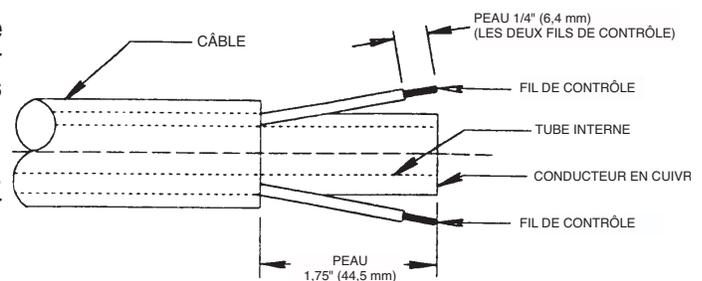

FIGURE D.1
- Couper la section endommagée du câble et dénuder la chemise extérieure comme indiquée sur la Figure D.1. Faire attention de ne pas couper l'isolation des fils de contrôle en dénudant la chemise. Dénuder les fils de contrôle rouge et blanc sur ¼ de pouce (6,4 mm) à partir de l'extrémité et sertir une nouvelle terminale S19492-2 sur chaque fil.
- Couper la section endommagée du câble et dénuder la chemise extérieure comme indiquée sur la Figure D.1. Faire attention de ne pas couper l'isolation des fils de contrôle en dénudant la chemise. Dénuder les fils de contrôle rouge et blanc sur $\frac{1}{4}$ de pouce (6,4 mm) à partir de l'extrémité et sertir une nouvelle terminale S19492-2 sur chaque fil.